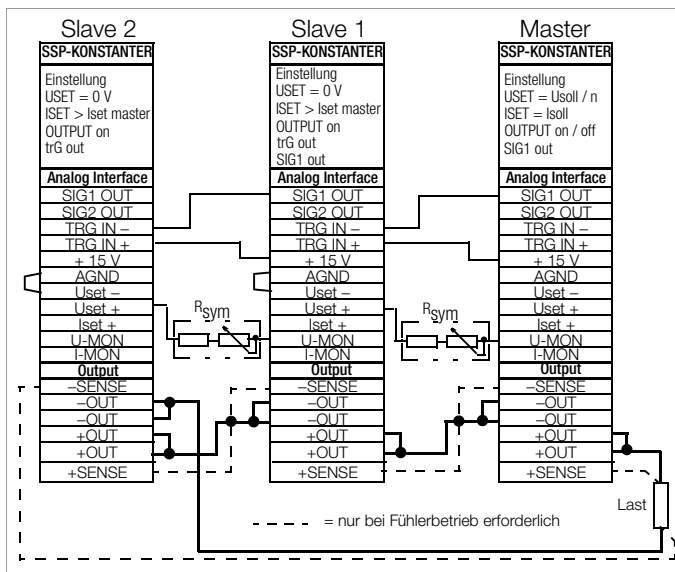

Bild 5.10.2 Verdrahtung für Master-Slave-Serienschaltung
- Verkoppeln** Sie **Master**- und **Slave**-Gerät(e) wie in Bild 5.10.2 dargestellt.